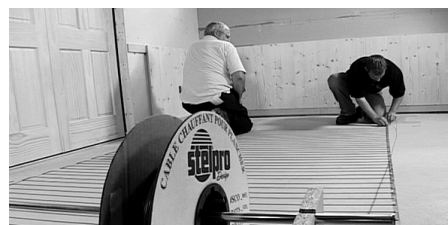

FIGURE 13
- Utilisez un dévidoir pour dérouler le câble (voir FIGURE 13). Il est très important de ne pas le dérouler en le tournant autour de la bobine, cela créerait une tension qui pourrait le briser.
Pour éviter d'endommager votre câble chauffant, manipulez-le avec soin et utilisez un dévidoir pour le dérouler (voir FIGURE 13).